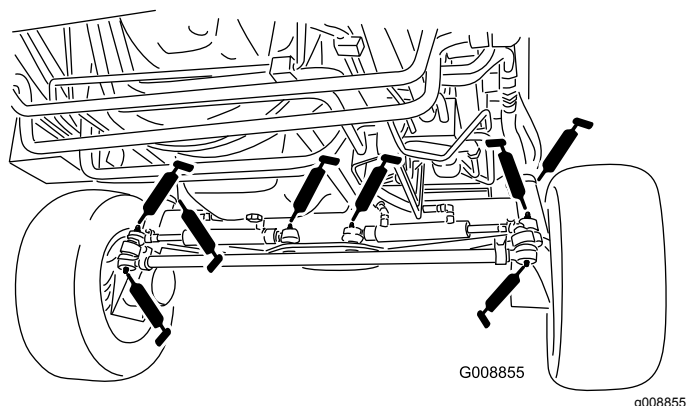

Figura 78
- 4 rótulas esféricas do cilindro da direção (Figura 78)
- Duas rótulas esféricas da barra de ligação (Figura 78)
- Dois casquilhos do pino principal (Figura 78)